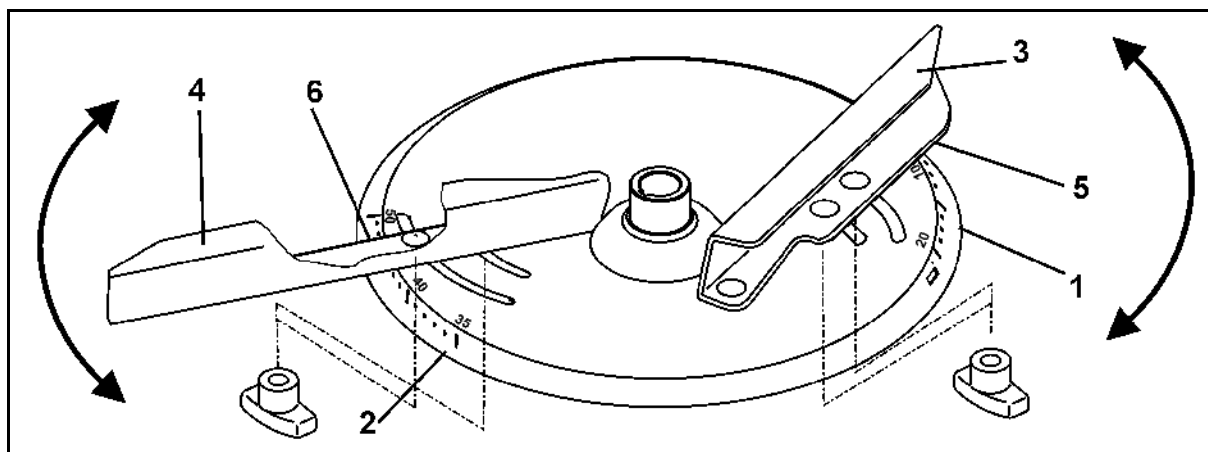

Рис. 65
Для точного налаштування окремих розкидних лопаток без використання інструменту кожен розкидний диск має спеціальну шкалу (Рис. 65/1 і Рис. 65/2).
- Коротшій розкидній лопатці (Рис. 65/3) відповідає шкала (Рис. 65/1) зі значеннями від 5 до 28, а довшій розкидній лопатці (Рис. 65/4) – шкала (Рис. 65/2) зі значеннями від 35 до 55.
- Значення налаштування для короткої розкидної лопатки (Рис. 65/3) зчитайте на покажчику (Рис. 65/5).
- Значення налаштування для довгої розкидної лопатки (Рис. 65/4) зчитайте на покажчику (Рис. 65/6).
- Поворот розкидних лопаток на більше числове значення шкали (Рис. 65/1 або Рис. 65/2) збільшує робочу ширину.